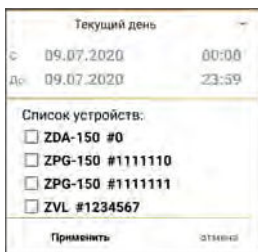
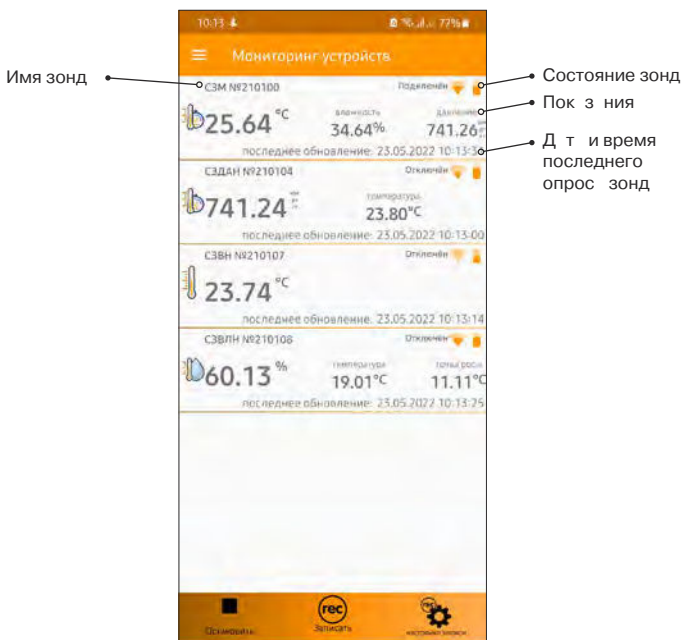

Рис. 15
Рис. 16
- нажмите имя зонд (показано на рис. 15), появится всплывающее окно с информацией о зонде, рис. 16;